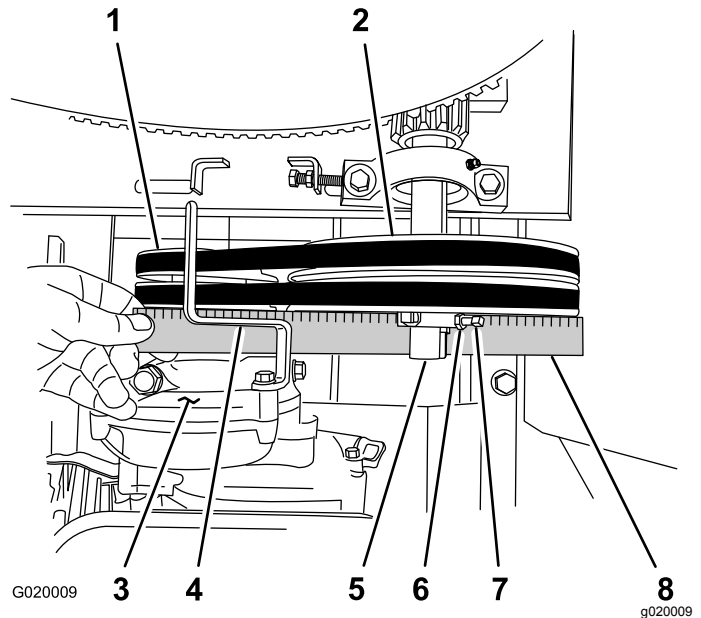

Figura 72
D. Coloque una regla sobre la polea del motor y la polea tensora (Figura 72).
- E. Si es necesario, gire el motor sobre la chapa del motor hasta que la polea del motor y la polea tensora estén alineadas con la regla (Figura 72).